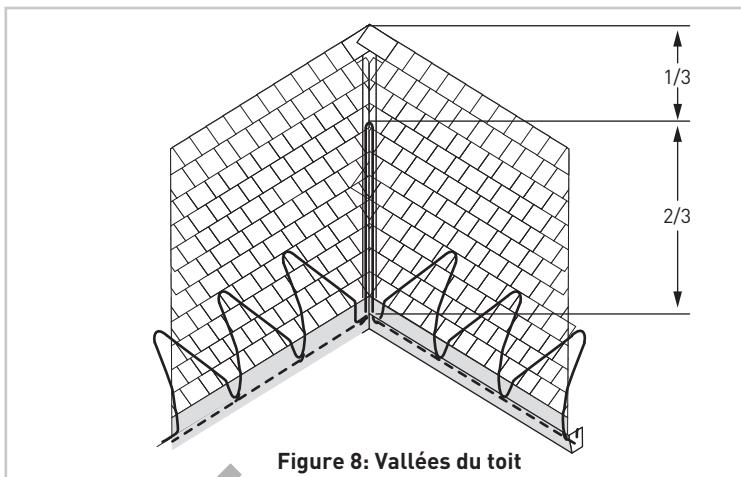

Figure 8: Vallées du toit
- Tracer les deux tiers de chaque vallée à l'aide d'un double câble chauffant, comme illustré à la figure 8.